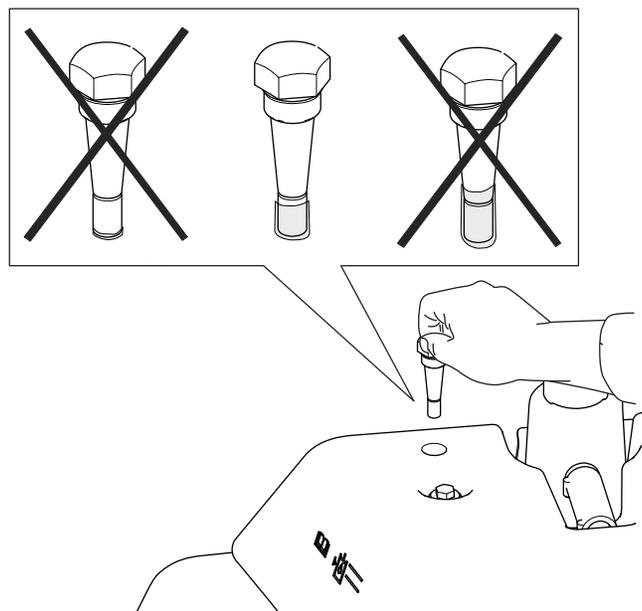

Figura 56
4. Retire la varilla y compruebe el nivel de fluido. Si está entre las marcas de la varilla, el nivel es correcto. Si el nivel de fluido no está entre las marcas, ajuste el nivel de fluido (**Figura 56**).